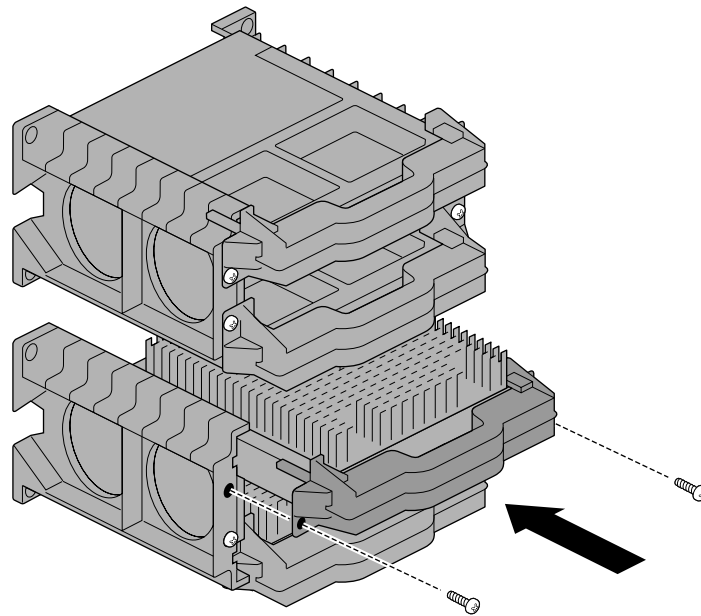

Figure 6-5 Insertion du processeur dans le support
12. Insérez le processeur dans le support en vérifiant que les trous des vis sont alignés avec ceux du support (voir Figure 6-5). Si tel n'est pas le cas, retirez le processeur, repositionnez la poignée et replacez le processeur. Si vous avez besoin d'aide pour repositionner la poignée, reportez-vous à l'étape 4.